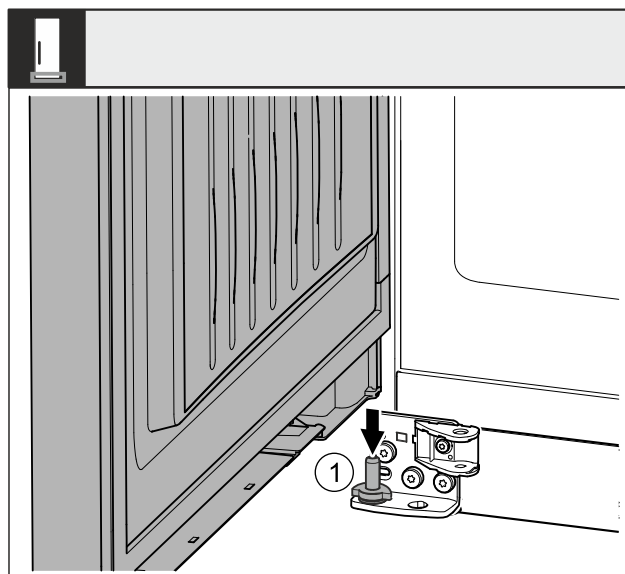

Fig. 43 *
- Stavite vrata odozgo na donji svornjak ležaja Fig. 43 (1)*